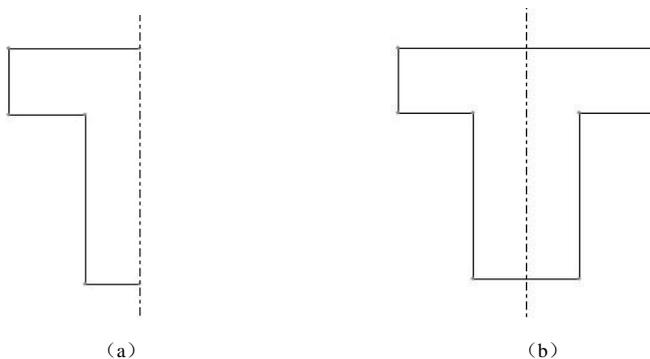

图 2-31 镜像
绘制如图 2-31 (a) 所示的一条辅助中心线。
绘制如图 2-31 (a) 所示的 5 条直线段作为镜像图元。
(1) 选中绘制的 5 条直线段（可先按下 Ctrl 键，再用鼠标逐一选中 5 条直线，呈红色表示选中）。
(2) 单击【镜像】按钮, 然后选中绘制的中心线作为镜像线，即生成如图 2-31 (b) 所示的对称图形。